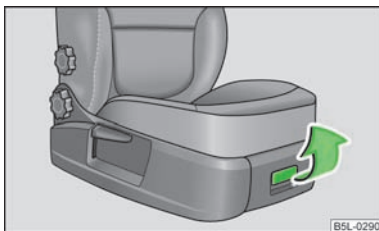

Fig. 77
- Para abrir la tapa tirar del asa » fig. 77.